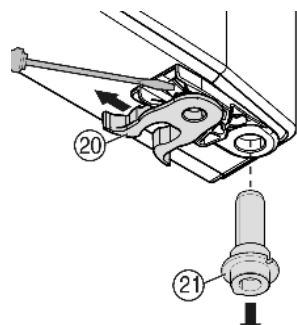

Fig. 8
- ▶ Permuter la pince élastique Fig. 8 (20) : appuyer sur l'ergot puis retirer la pince élastique.
- ▶ Tirer le pivot d'appui Fig. 8 (21) hors de la douille de porte et la mettre en place ensemble avec la rondelle du côté opposé. Le taquet d'arrêt doit indiquer vers la paroi intérieure de la porte, l'encoche vers la paroi extérieure.
- ▶ Pivoter la porte vers le bas et mettre en place le pivot d'arrêt Fig. 8 (21) dans le support d'appui. Event. tourner le pivot d'arrêt de sorte qu'il puisse encliqueter.